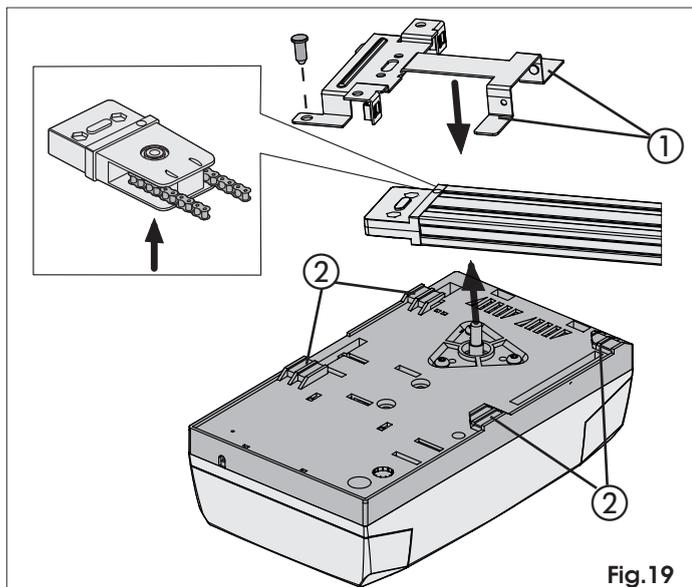
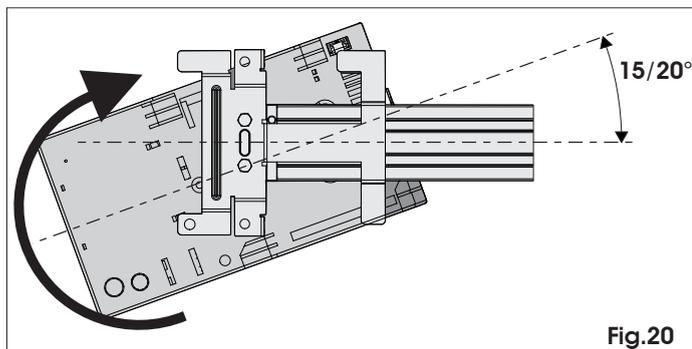
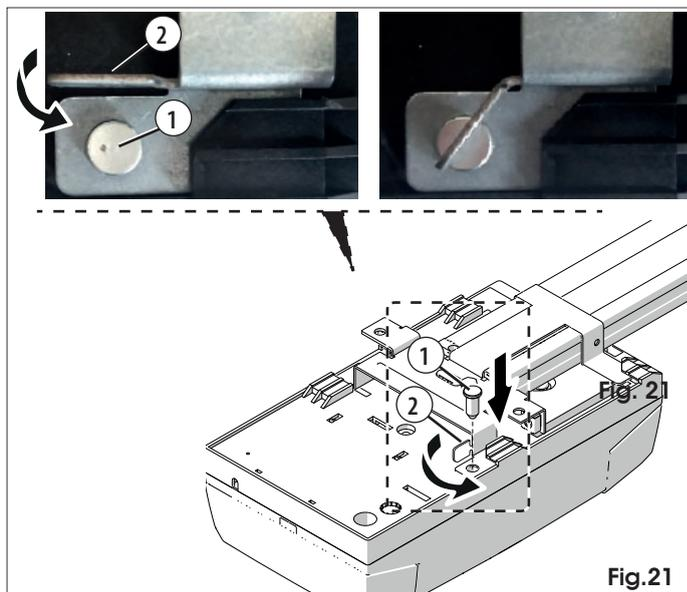

Fig.19
Fig.20
Fig.21
- 1) En maintenant l'opérateur incliné de 15°/20° (Fig. 20), introduire l'arbre du motoréducteur dans l'embrayage de la patte d'attache postérieure du rail de guidage et approcher les ailettes (Fig. 19 ref. ①) des logements sur le fond de la base de l'opérateur (Fig. 19 ref. ②).
- 2) Tourner l'opérateur en sens horaire (Fig. 20) pour atteindre la position de la Fig. 21.
- 3) Introduire l'axe de sécurité (Fig.21 ref. ①). Plier la languette de fixation (ref. ②).